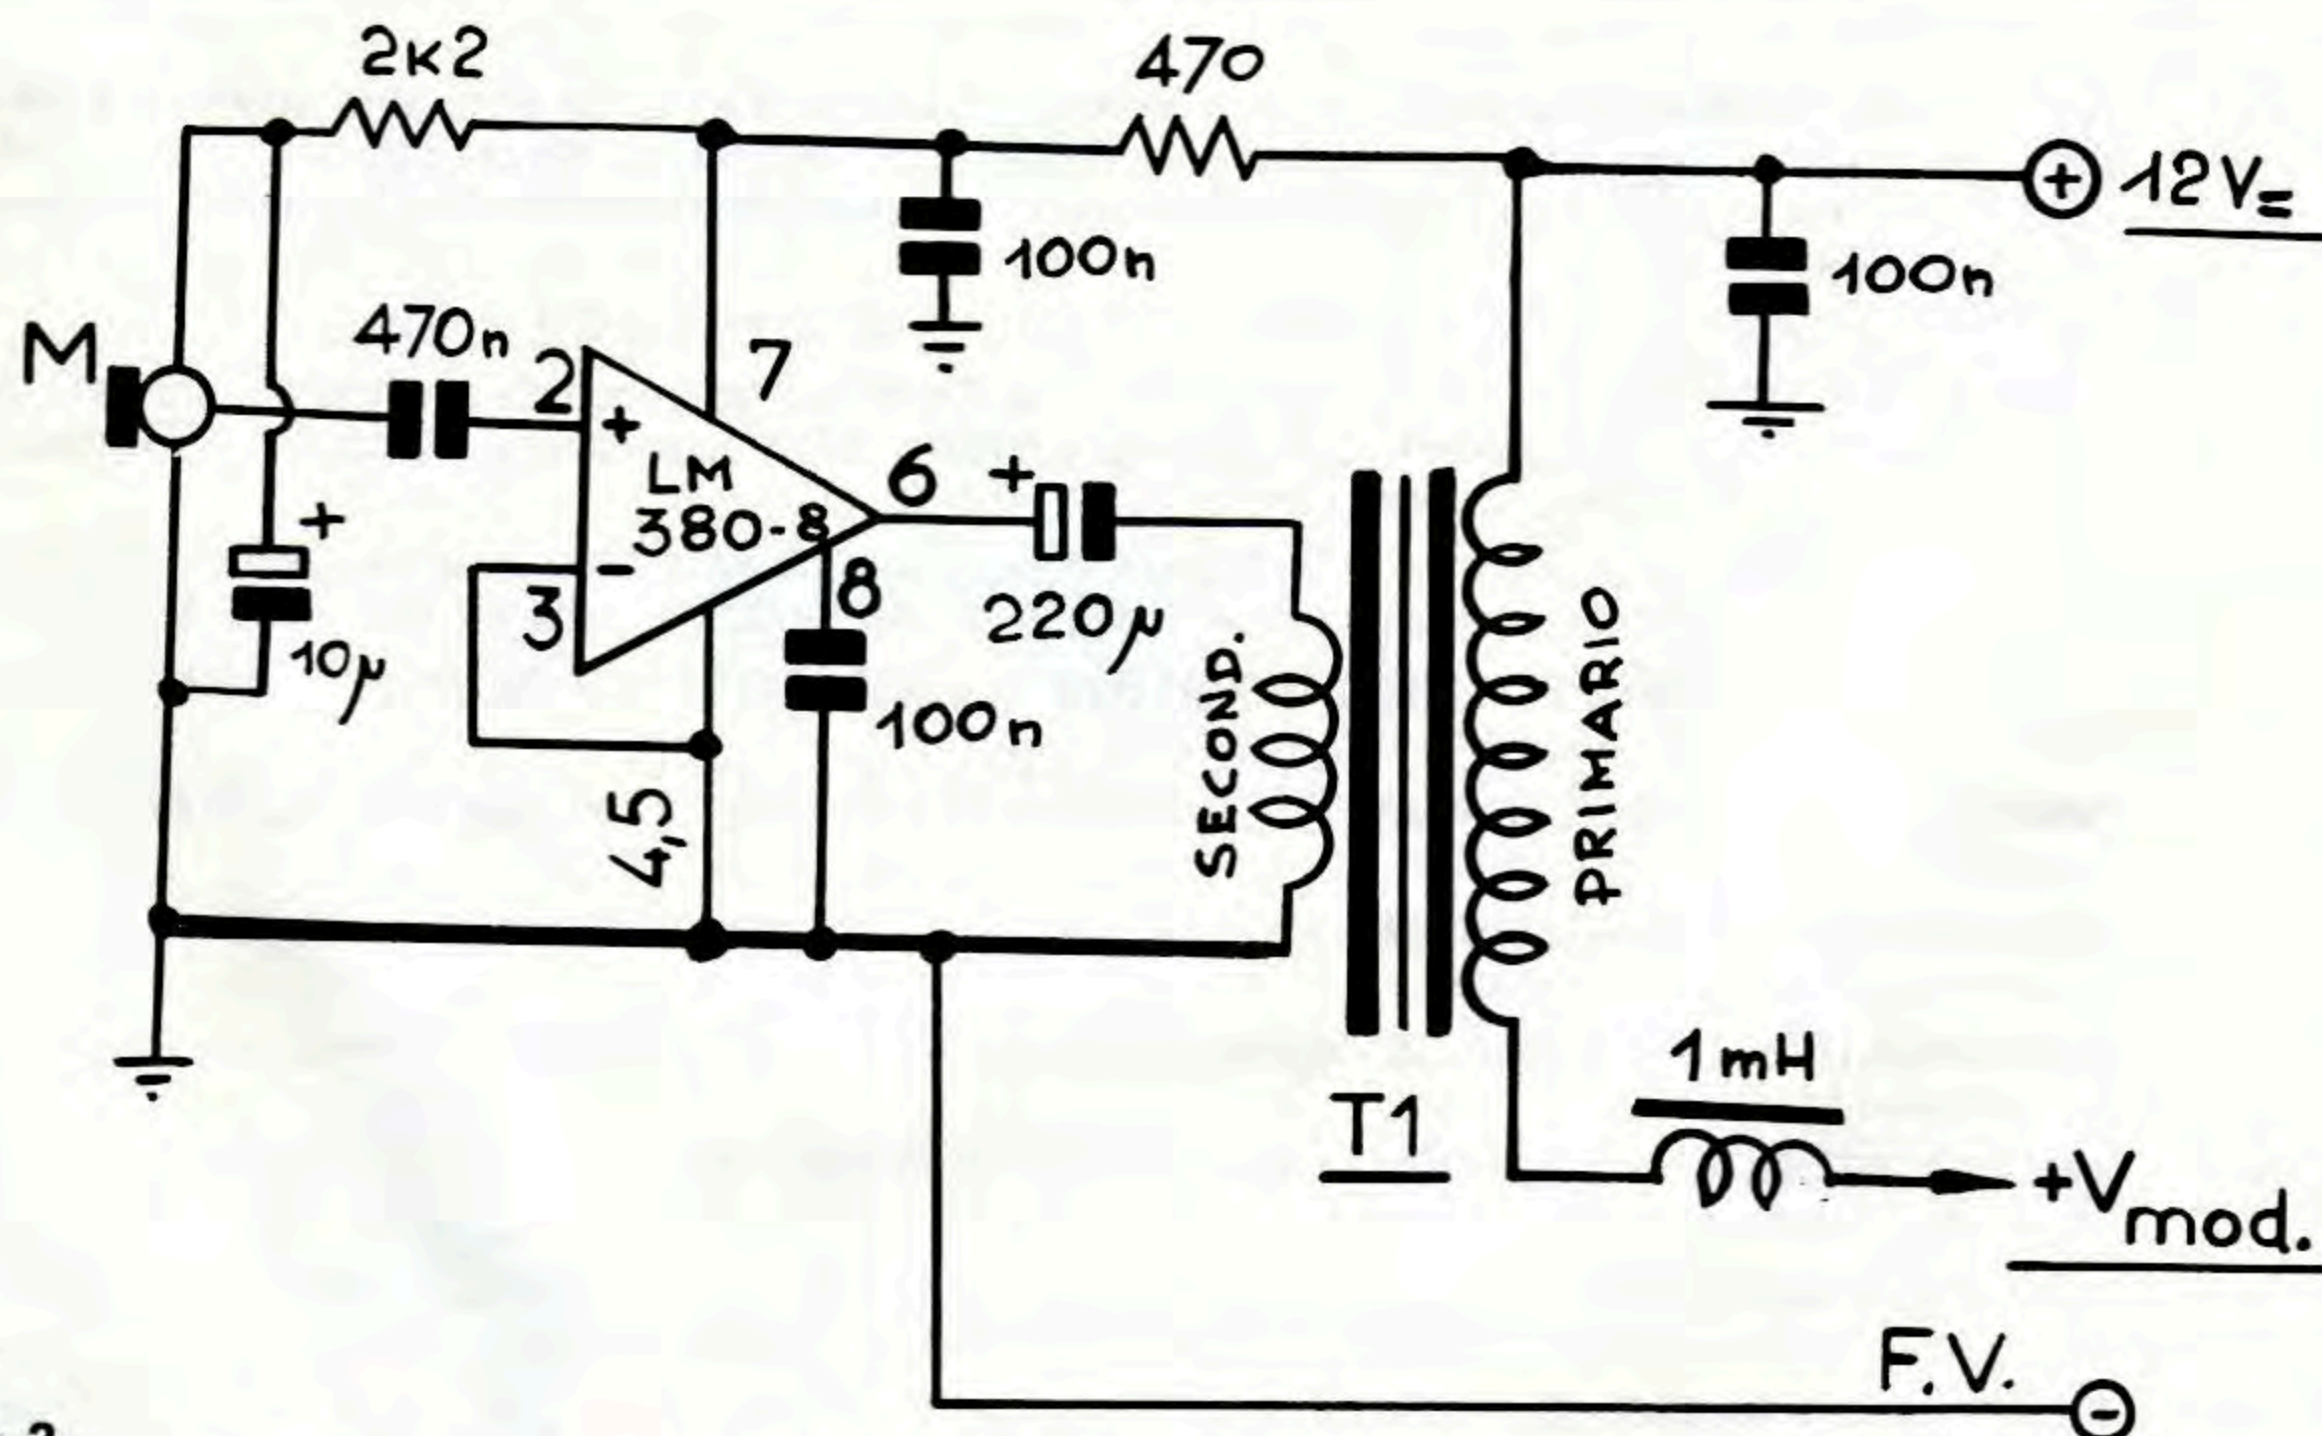

figura 3
Un mese fa, sulle pagine di B&R, si era visto lo schema di un semplice trasmettitore in Onde Medie dove, com'è noto, si opera in modulazione d'ampiezza (AM). Come promesso, fornisco adesso lo schema di un modulatore atto a caricare di voce e suoni la portante fornita dal suddetto TX: **figura 3**.